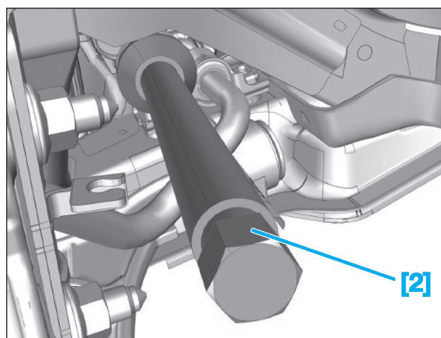
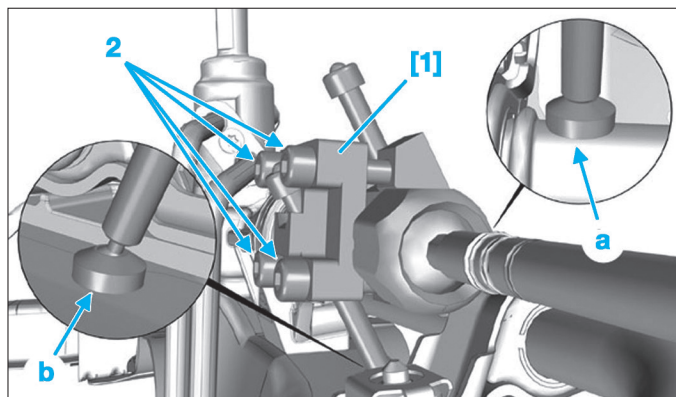

Fig. 13
Fig. 12
- Positionner l'outil [1] sur le mécanisme de direction (Fig.12).
- Serrer les 4 vis (2) de l'outil [1].
- Mettre en place la clé à rouleau [2] (Fig.13).